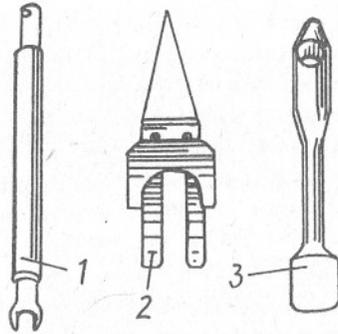

Bild 44 Zubehöerteile zur Übungs-Panzerhandgranate UPG-8
- f) die zusammengefaltete Stabilisierungseinrichtung in das Stielgehäuse 1 einsetzen und bis zum Anschlag hineindrücken; danach die Gabel 2 (Bild 44) so ansetzen, daß sich die Stabilisierungseinrichtung gegen die langen Enden stützt und die kurzen Enden hinter die Wulst des Stielgehäuses greifen (die Schräge des Stielendes muß sich gegenüber dem Gabelausschnitt befinden),
Bohrung auf die Schlagbolzenspitze setzen und den Schlagbolzenkopf bis zum Anschlag eindrücken (es ist ein Geräusch zu vernehmen). Danach die Stützbuchse wieder aufsetzen. Ragt die Schlagbolzenspitze immer noch vor, die Stützbuchse nochmals abnehmen und die Aufschlageinrichtung mit dem kombinierten Werkzeug (Bild 44) um drei bis vier Umdrehungen lockern. Anschließend den Schlagbolzenkopf wie beschrieben eindrücken. Ist dabei kein Geräusch zu vernehmen, überprüfen, ob die Aufschlageinrichtung richtig zusammengesetzt ist.